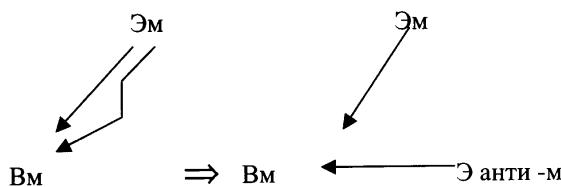

Рис.4
**Если надо разрушить вещественно-энергетическую систему с магнитным полем, задача может быть решена на применении физических эффектов (явлений), "отключающих" ферромагнитные свойства веществ, например, размагничиванием при ударе или нагреве выше точки Кюри (рис.4).**